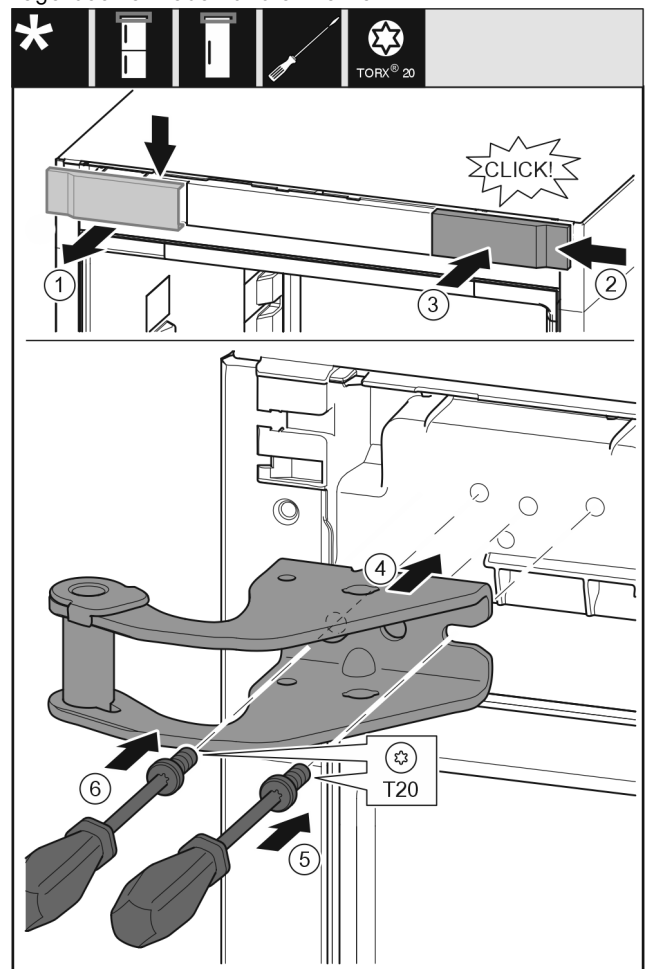

Fig. 11
- ▶ Abdeckung Fig. 11 (1) von oben nach vorne abnehmen.
- ▶ Abdeckung Fig. 11 (2) um 180° gedreht auf der anderen Seite von rechts einhängen.
- ▶ Abdeckung Fig. 11 (3) einrasten.
- ▶ Oberen Lagerbock Fig. 11 (4) ansetzen.
- ▶ Schraube Fig. 11 (5) mit Schraubendreher ansetzen und festdrehen.
- ▶ Schraube Fig. 11 (6) mit Schraubendreher ansetzen und festdrehen.